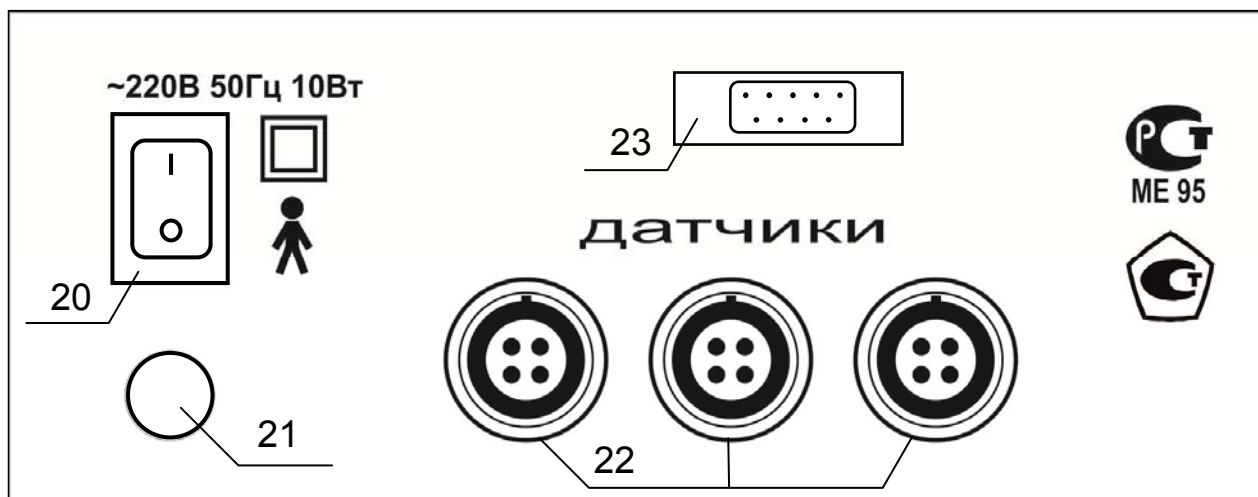

Рис. 12 - Задняя панель блока управления и индикации.
Задняя панель блока управления и индикации представлена на рис.12.
На задней панели (см. рис. 12) находится сетевой выключатель (20), и разъемы ПИП (22). На заднюю панель может быть выведен коммуникационный порт RS-232 (23) для связи с компьютером.
- ❖ Подключите датчики к блоку управления и индикации согласно рис.12 настоящего руководства.
Включите газоанализатор выключателем "СЕТЬ", расположенным на задней панели газоанализатора (см. рис. 12).